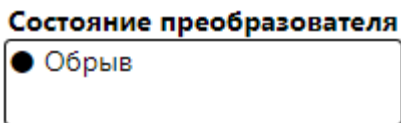

Рисунок 11 — Область «Состояние преобразователя»
3.3.7 При работе с сопротивлением по двухпроводной схеме, термopарами с выключенным датчиком температуры холодного спая или вводом температуры холодного спая вручную, в область «Состояние преобразователя» выводится индикатор обрыва линии связи с первичным преобразователем (см. рисунок 11).